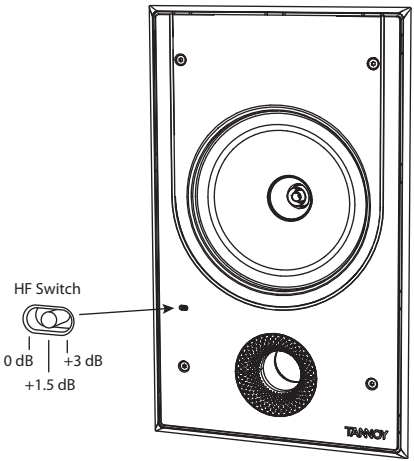

Fig. 4. Interruptor HF
2. El conmutador HF tiene tres posiciones, siendo 0 dB lat. Ajuste según sea necesario para adaptarse a la posición de la habitación y las condiciones acústicas (Fig. 4).